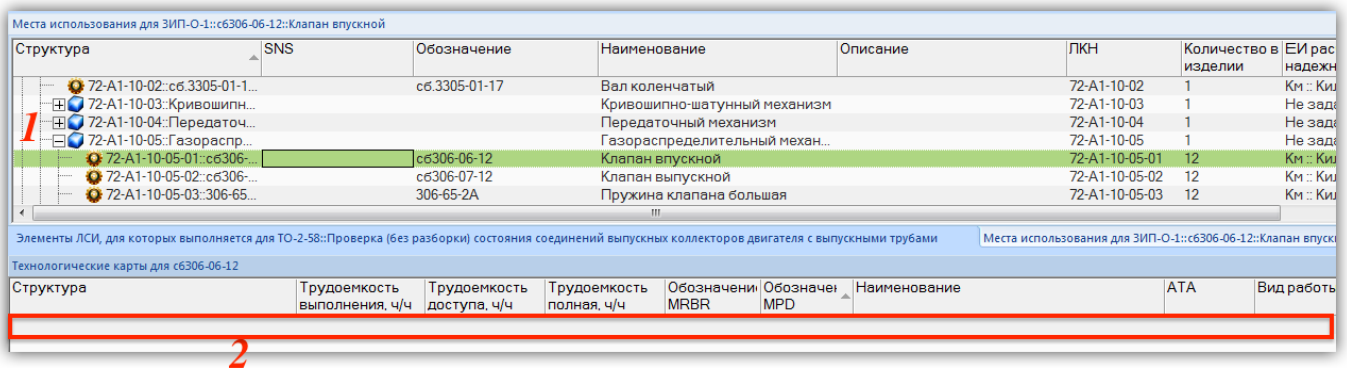

Рис. 17-50 – Связь техкарты «ТО-2-58» с другим месторасположением компонента «сб306-06-12» в ЛСИ отсутствует
– Кнопку «Выполняется для элемента ЛСИ», чтобы оставить связь ТК только с данным местом использования компонента. Связь ТК с другими месторасположениями будет удалена. Если теперь выбрать другое месторасположение компонента в ЛСИ, то эта техкарта не будет отображаться в связанном окне «Технологические карты» для компонента (рис. 17-50).